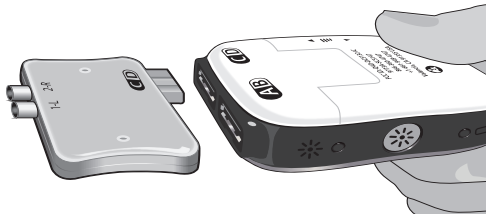

Abbildung 8: Anschließen des ETS-Adapter am externen Teststimulator 2
3. Den ETS-Adapter an der mit „CD“ gekennzeichneten Buchse des externen Teststimulators 2 anschließen (Abbildung 8).